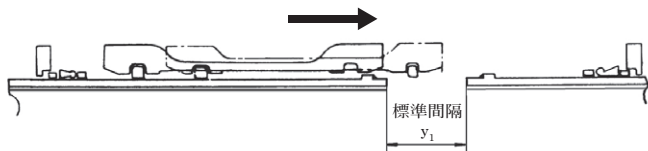

図24 継ぎ輪間隔
- (6) 次に、継ぎ輪を少しずらす(図24の矢印の方向)。そして、両挿し口の間でロックリングの入っていない方の受口溝にロックリングを入れ、拡大器で拡げた後、ストップパ(図11参照)を挿入して拡大器を取り外す。さらに、図24の矢印の方向へ継ぎ輪をずらし、最終的に継ぎ輪を両挿し口の中心に持ってくる。
- (7) あとの接合は、直管の場合と同じである。